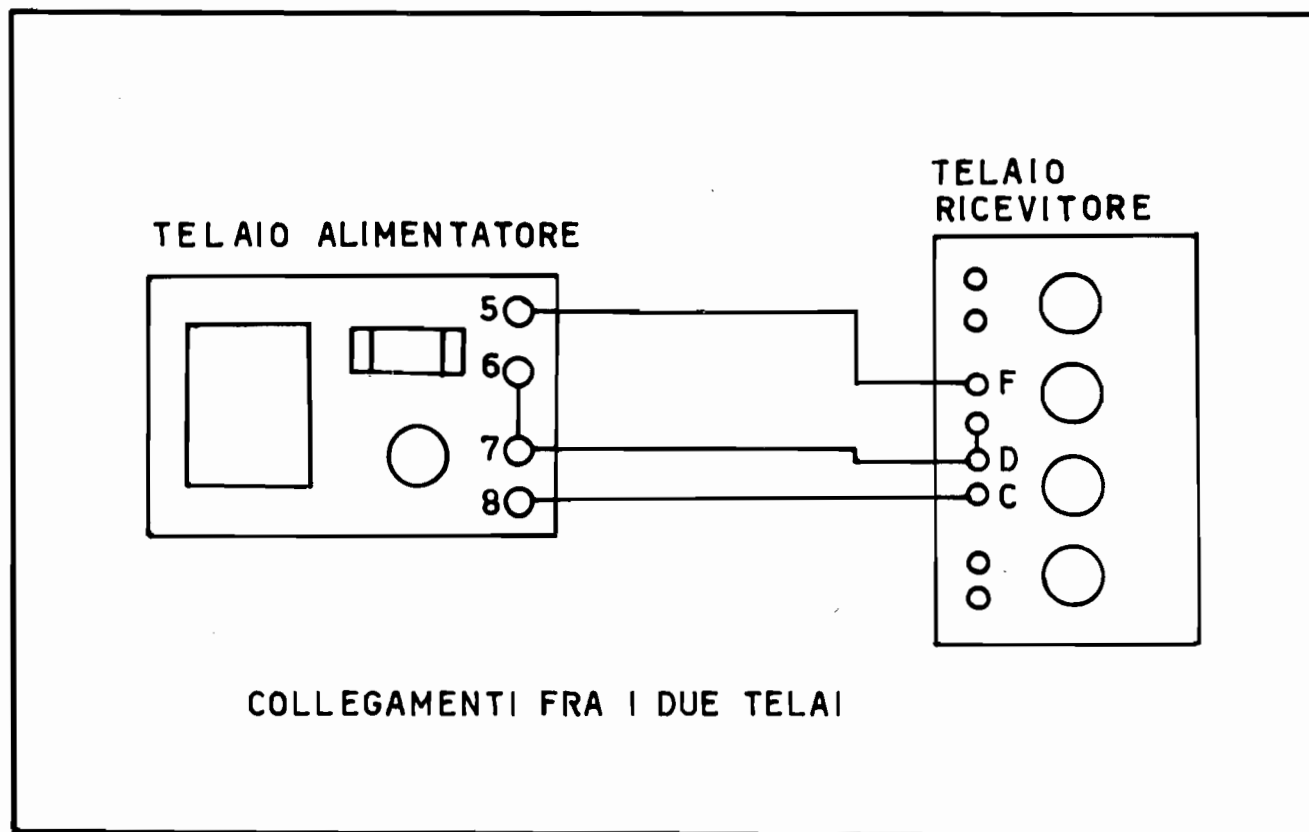

Fig. 4
3)- fra la boccola verde 8 del telaio alimentatore e la boccola verde C del telaio ricevitore (fig. 4).